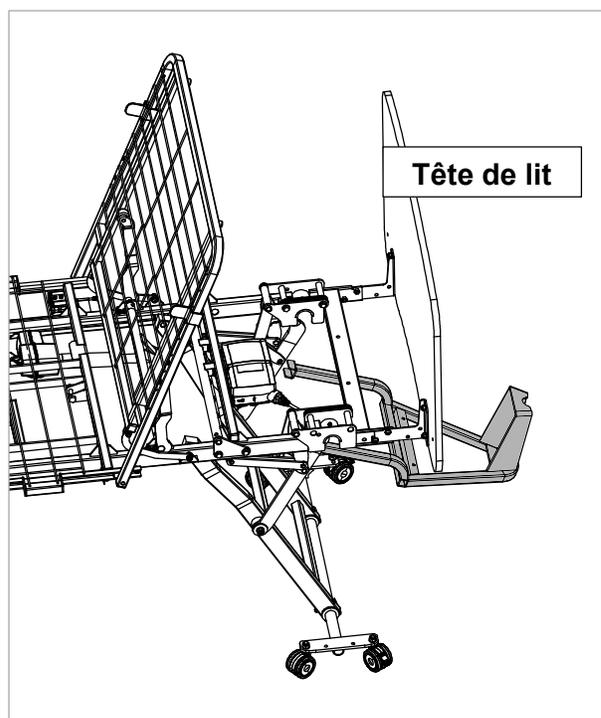

Figure 7.2
2. Le support de potence est installé sous le lit. Pour faciliter l'installation, assurez-vous que le dossier est surélevé comme illustré à la Figure 7.2.